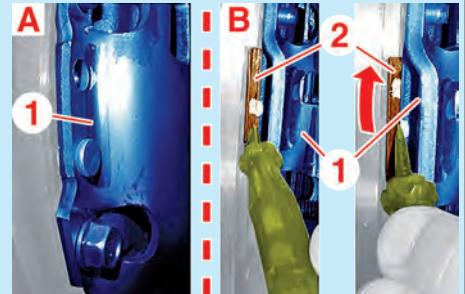

Fig.3
- Comprimer le mécanisme d'embrayage (1) (Fig.3) :
- Montage (A) : amener la vis centrale (b) de l'outil [3] en contact avec le diaphragme puis la serrer de 3,5 tours au maximum.
- Montage (B) : serrer la vis centrale (b) de l'outil [3] progressivement par huitième de tour ; appliquer un léger effort sur le disque d'embrayage (2) jusqu'à sa rotation.
- Détendre le mécanisme d'embrayage (1) en agissant sur la vis centrale (b) de l'outil [3].
- le mécanisme d'embrayage (1),